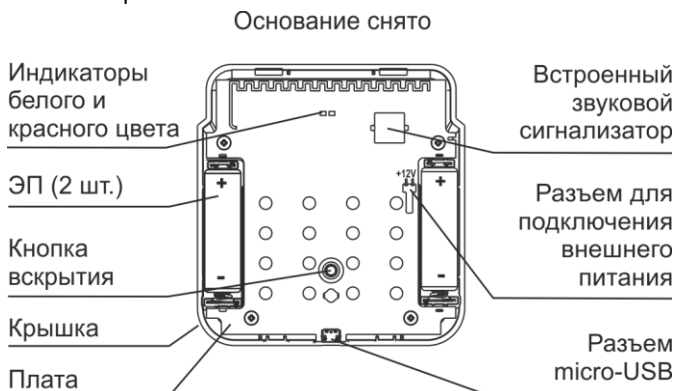

Рисунок 2
4.1 Конструктивно пульт выполнен в виде блока, состоящего из основания и съемной крышки (рисунок 2).
5 Установить ЭП и/или (при необходимости) подключить провода внешнего питания, для чего: - контактами обжать провода, вставить контакты в розетку (контакты и розетка - из комплекта поставки); - розетку подключить к соответствующему разъему на плате (см. рисунок 2). Примечание – При подключении внешнего питания считыватель автоматически переключается на работу от него, при отключении – переключается на работу от ЭП.